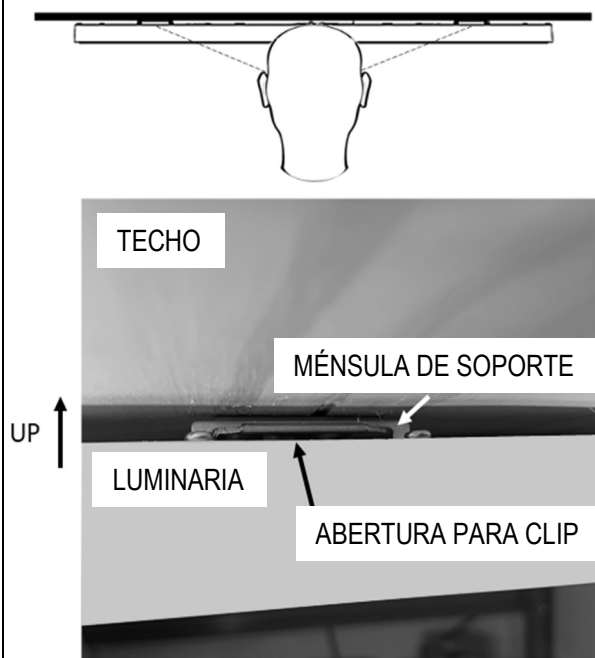

Figura 2.
- b. En luminarias cuadradas (2'x2'), las aberturas están en lados opuestos de la luminaria, hacia cada extremo. Es posible que tenga que retroceder para mirar a cada lado, como se muestra en el dibujo superior de la Figura 2.
Cada abertura se parece a la foto inferior de la Figura 2.